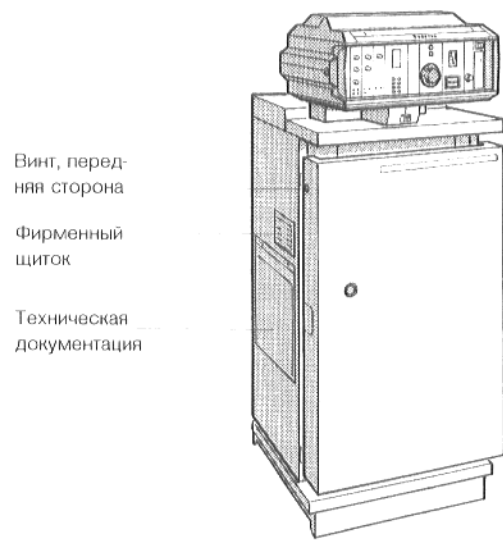

Рис. 14. G_124 L Lowpox, в полностью смонтированном виде
- Закрутить крепежные болты в передней стенке котла (рис. 14).
- Фирменную табличку и прозрачный карман с технической документацией (рис. 14), следует перенести с левой боковой стороны на правую, если они там лучше видны.